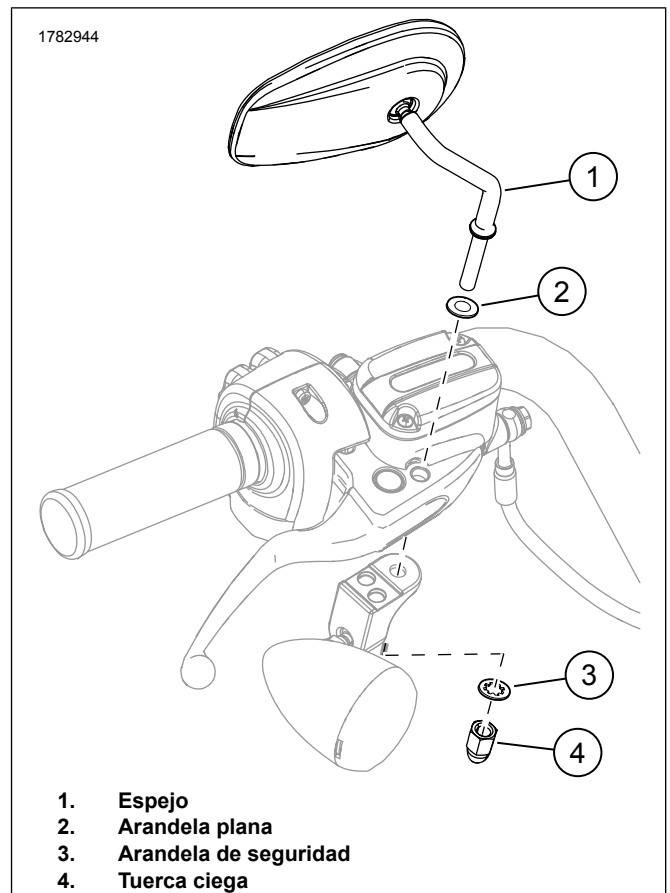

Figura 2. Ensamblaje del espejo
2. Consulte la Figura 2. Instale la arandela plana (2) en el perno del espejo.
3. **Vehículos con señales de giro montadas en la parte inferior de las carcasas de la palanca de mano (excepto los modelos XL de 2004 y posteriores):** Fije el espejo usando la arandela de presión (3) y la tuerca ciega (4).
- b. Asegure el espejo con una arandela plana (2), una arandela de presión (3) y una tuerca ciega (4).